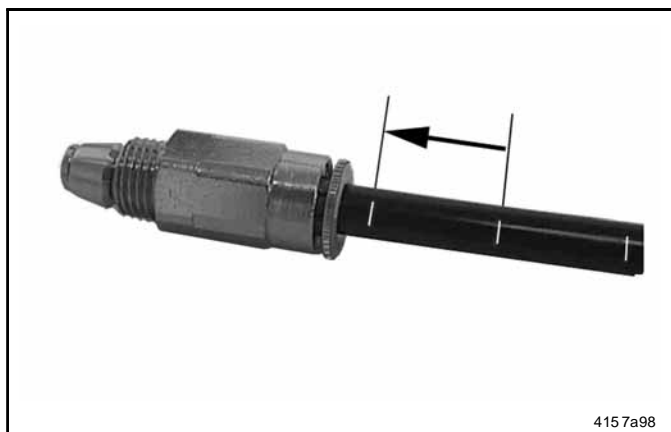

Fig. 5 Clapet anti-retour avec collet moleté pour tube polyamide
- Les tubes polyamide sont pourvus de traits blancs (fig. 5) servant de repères lors de l'installation.